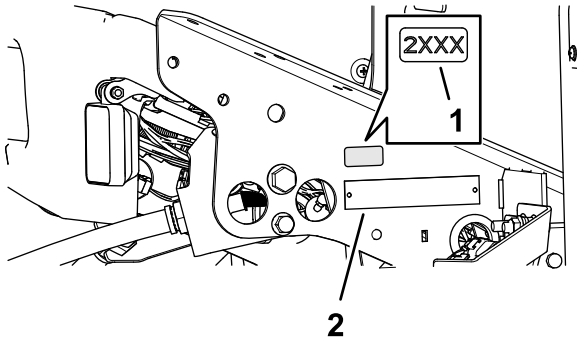

Figura 33
1. Utilice alcohol y un trapo limpio para limpiar la zona del soporte del suelo junto a la placa del número de serie, y deje que el soporte se seque (Figura 33).